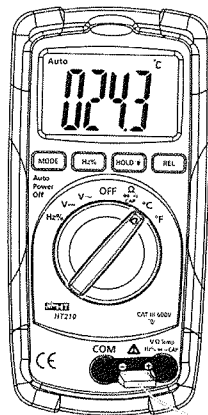

Abb. 8: Temperaturmessung
2. Verbinden Sie den Temperatur-Adapter mit den VΩTempHz%CAP (+) und COM Buchsen (-) und achten Sie auf die Polung (s. Abb. 8)